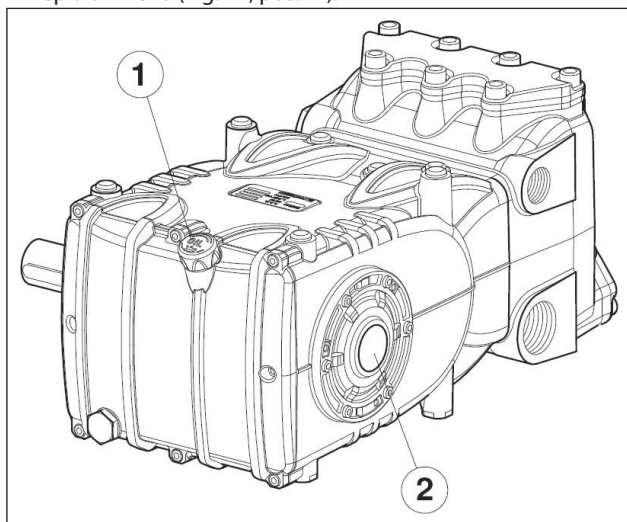

Fig. 14
5. L'olio nel carter pompa sia a livello verificandolo con l'apposita asta (Fig. 14, pos. ①) ed eccezionalmente con la spia di livello (Fig. 14, pos. ②).